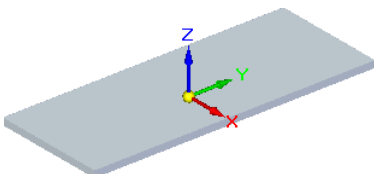
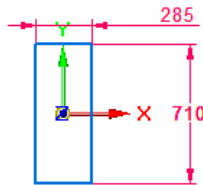

图 8.13.221 拉伸特征 1
图 8.13.222 截面草图
Step4. 创建图 8.13.221 所示的拉伸特征 1。
(1) 选择命令。单击“主页”功能选项卡“实体”区域中的“拉伸”按钮 .
(2) 定义特征的截面草图。
① 选取草图平面。在系统 **单击平的面或参考平面。** 的提示下，选取俯视图 (XY) 平面作为草图平面。
② 绘制图 8.13.222 所示的截面草图。
③ 单击“主页”操控板中的“关闭草图”按钮 ，退出草图绘制环境。
(3) 定义拉伸属性。在命令条单击  按钮定义拉伸深度，在 **距离** 文本框中输入值 17，并按 **Enter** 键，定义拉伸方向为 Z 轴正方向，单击鼠标左键。